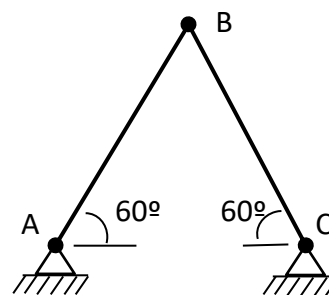

Figura 2.24
2.4.2 A estrutura da Figura 2.24 é constituída por duas barras de 2m sujeita a um aumento de temperatura de 40°C . Determine o deslocamento vertical do ponto B. Dados: $\alpha = 17 \times 10^{-6} / ^\circ\text{C}$.